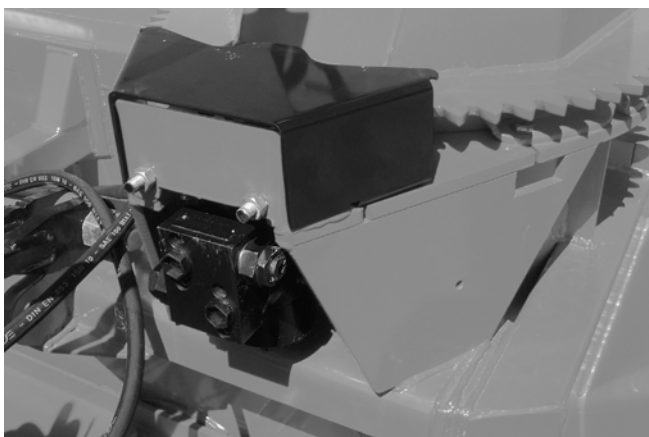

Figure 25
- 5) Boulonner le garde à sa place. Il est important d'utiliser la valve d'amortissement ajustée en usine à 1600 lb/po2 maximum (Fig. 25).